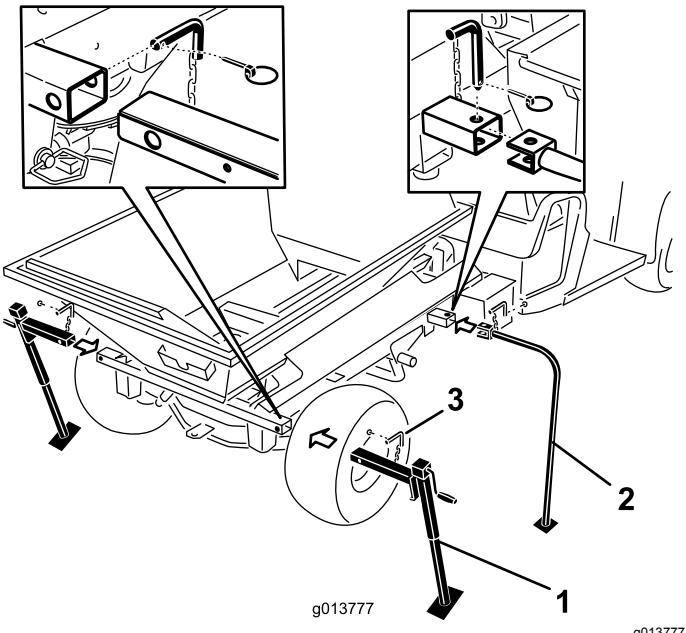

Bild 49
7. Setzen Sie vordere Abstellstützen und die hinteren Achsständer in die Maschinenrohre und befestigen sie mit Arretierbolzen (Bild 49).